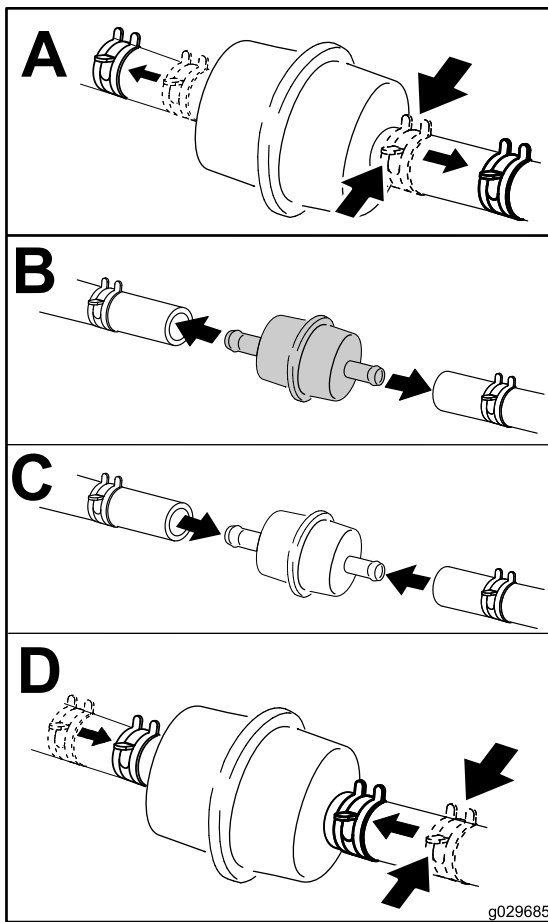

Bild 40
4. Wechseln Sie den Kraftstofffilter, siehe (Bild 40).